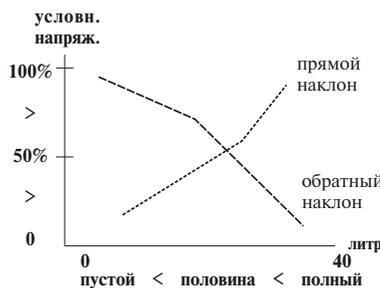

Рис. 5.1
**Внимание!** Калибровочная кривая может иметь прямой либо обратный наклон. После установки всех трех точек значение условного напряжения, соответствующее половине бака, всегда должно находиться между значениями условного напряжения соответствующими пустому и полному баку, рис. 5.1.